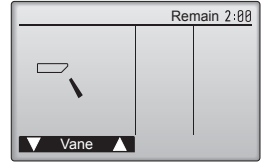

Fig. 6-7
- ① [F1] [F2] düğmeleri ile otomatik kanatçığı kontrol edin. (Fig. 6-7)
- ② ☒ düğmesine basarak "Test run" (Test çalıştırma) işlem ekranına dönün.
- ③ ☒ düğmesine basın.